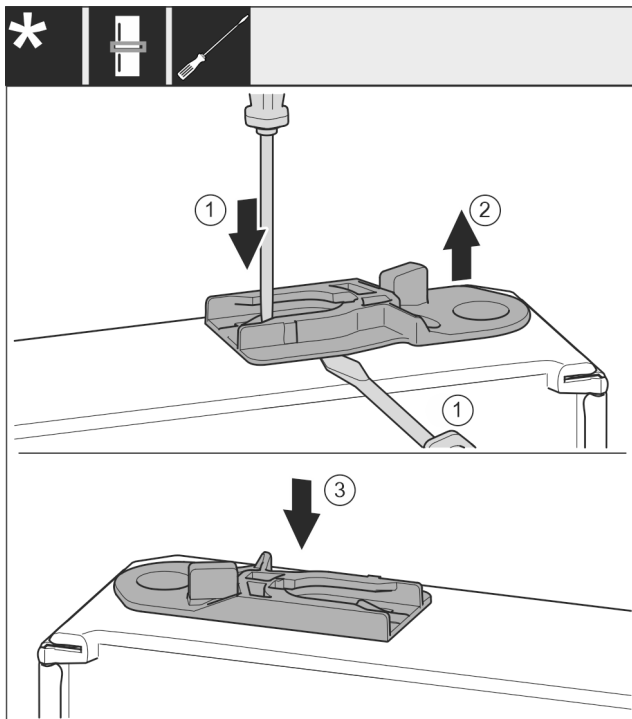

Fig. 29*
- ▶ Scoateți bucșa de ghidare: Apăsați eclisa cu șurubelnița plată și deplasați concomitent cu șurubelnița plată sub bucșa de ghidare.* Fig. 29 (1, 2)
- ▶ Împingeți bucșa de ghidaj atașată în pachetul de livrare pe altă parte a carcsei.* Fig. 29 (3)